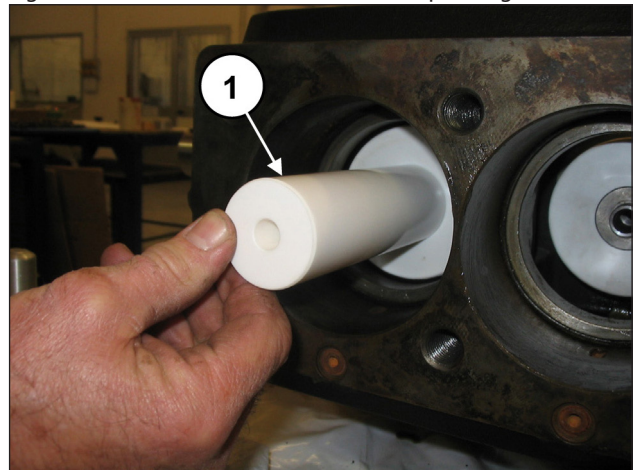
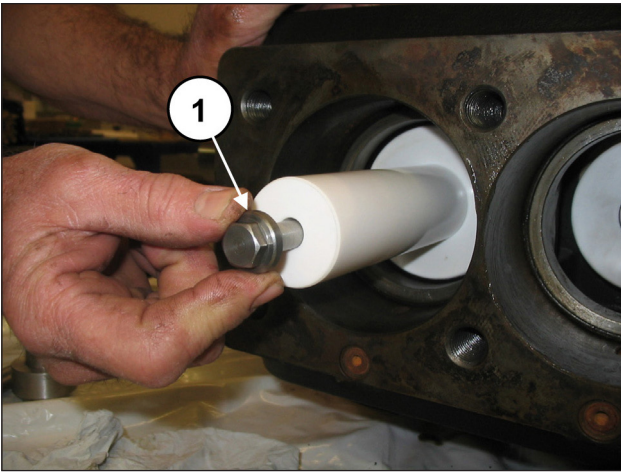

Fig. 177
Fig. 178
Monter les pistons sur les guides correspondants (rep. ①, Fig. 177) et les fixer comme le montre le rep. ①, Fig. 178.